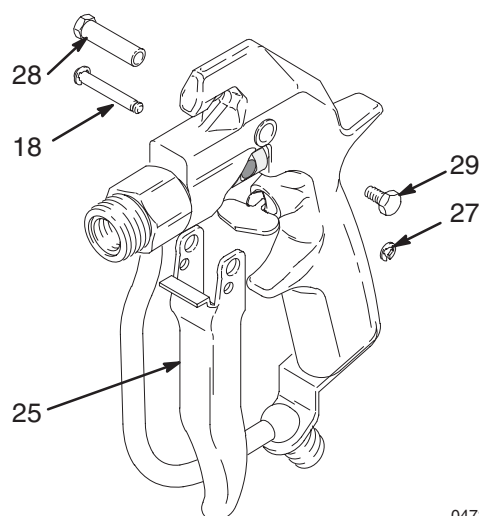

Fig. 8
4. Retirer le circlip (27). Retirer la goupille (18). Retirer la vis (29), la goupille de pivotement (28) et déclencher le système (25). Voir Fig. 8.